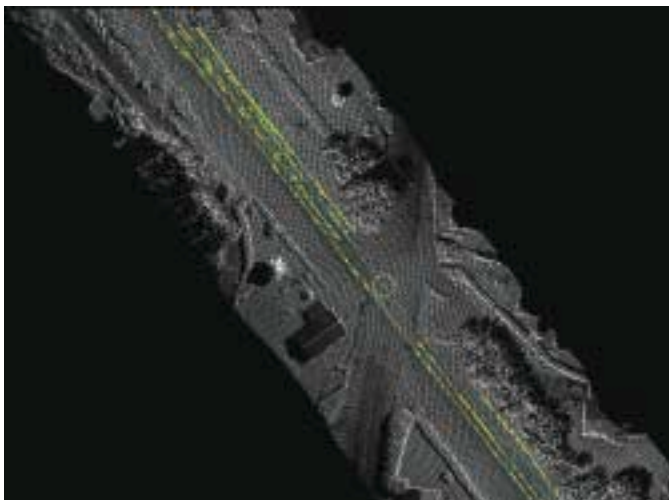

Figure 2
- La première étape consiste à repérer les points susceptibles d'être sur les rails grâce aux informations d'intensité du signal réfléchi et d'élévation par rapport aux points adjacents, (figure 2)